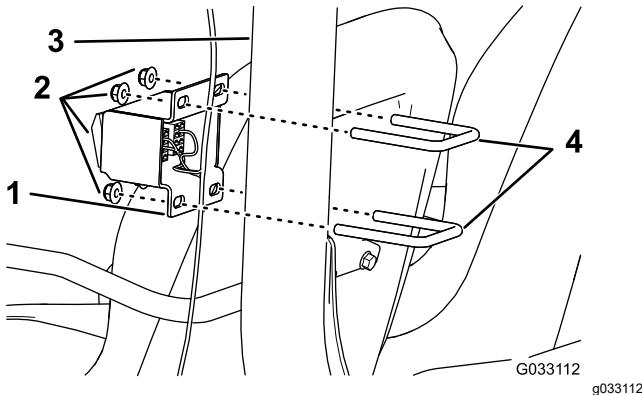

Figura 8
- Per le macchine Multi Pro 1750 e Multi Pro WM, montate la staffa dell'interruttore sul lato anteriore del gruppo ROPS con 2 bulloni a U ($\frac{3}{8}$ " x 2-7/16" x 2-13/16") e 2 dadi di bloccaggio flangiati ($\frac{3}{8}$ "), come illustrato nella Figura 8.